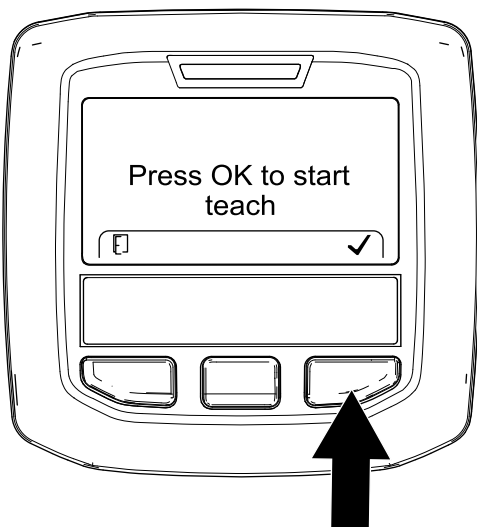

Figura 67
5. Alla schermata Premi OK per avviare l'impostazione (Figura 67), premete il tasto destro dell'InfoCenter.